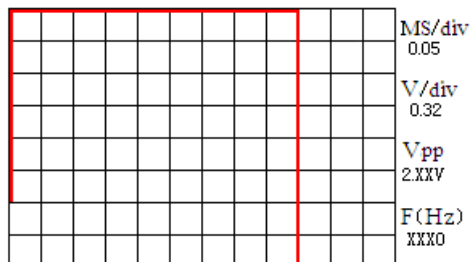
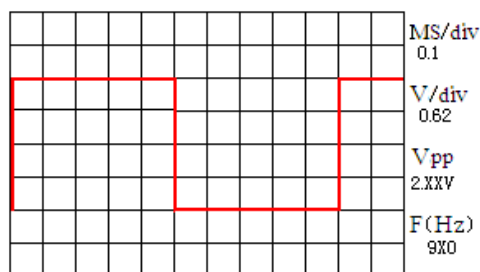

图 B-4
图 B-5
(2) 按一下微动按钮 S7，屏幕波形闪动不稳定，按一下微动按钮 S8(Hold)，屏幕上显示如图 B-4 所示。
(3) 按一下微动按钮 S8 解除锁定波形后，继续按动微动按钮 S7 一下，屏幕上波形都变密，MS/div 数值从 0.02 开始增加，其变化为 0.02→0.05→0.1→0.2→0.5→1→2→5→10，直至最大为 10 才停止，也就是说共有 9 档的扫描时间调整。而按微动按钮 S6 (T/DIY-)，波形变化与按 S7 变化相反，MS/div 数值则呈减小状态。但不管在按 S6 或 S7，波形的幅度没有变化。
(4) 然后按一下 S5 (V/DIY+) 后按一下微动按钮 S8 锁定波形，屏幕上波形的幅度减小，V/div 参数增加，屏幕如图 B-5 所示。